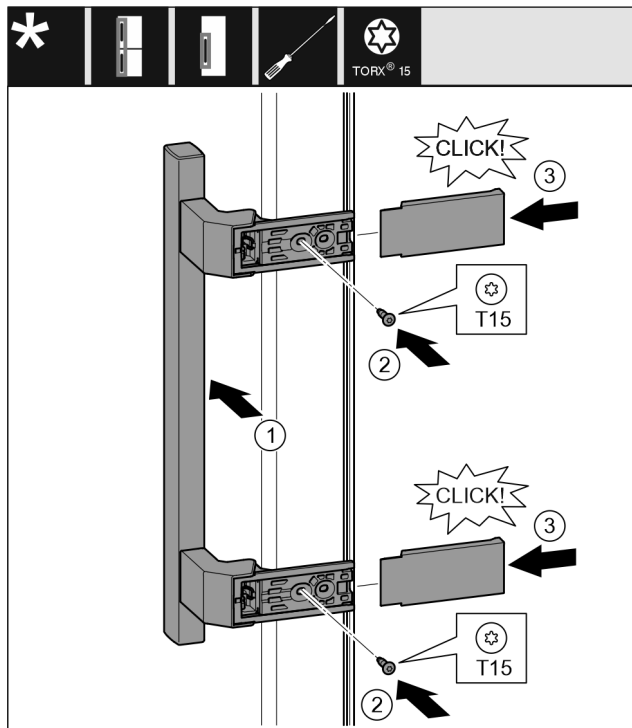

Fig. 17
- Držadlo nasadíte na opačnú stranu. Fig. 17 (1)
- Skrutkovačom T15 pevne zaskrutkujte skrutky. Fig. 17 (2)
- Kryt nasadíte a nasuňte zboku. Fig. 17 (3)